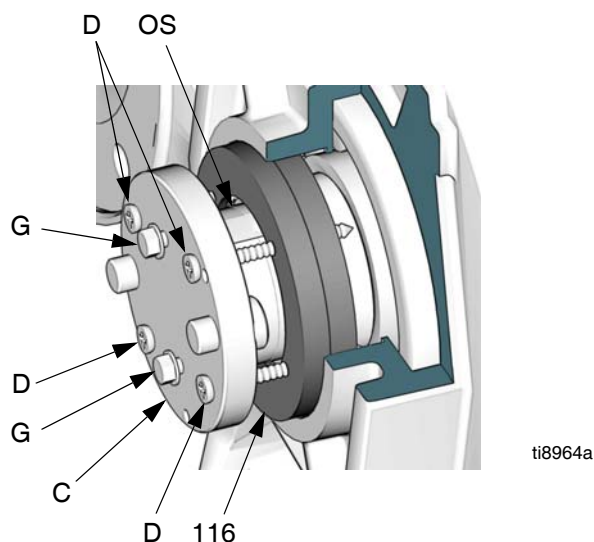

FIG. 27. Rimuovere le tenute dell'albero di uscita
7. Applicare un nastro sulla chiavetta dell'albero di ingresso per evitare di danneggiare la nuova tenuta. Riempire la cavità della tenuta dell'albero di ingresso (109) con grasso codice 107411. Installare la tenuta di ingresso (109) con il bordo rivolto all'interno, fino a quando la tenuta entra in contatto con lo spallamento della carcassa del riduttore a ingranaggi. Rimuovere il nastro.
8. Installare la guarnizione fornita sul tappo di drenaggio dell'olio (118) e avvitare il tappo nel riduttore a ingranaggi. Serrare a una coppia di 34 N•m (25 ft-lb).
10. Rimuovere le due guarnizioni di uscita (116) come segue:
- a. Vedere FIG. 27. Inserire l'utensile (C) sull'albero di uscita (OS). Girare l'attrezzo di 90°. Installare e serrare le due viti da 0,5" (13 mm) (G) per bloccare l'utensile in posizione.
- b. Eseguire fori pilota di diametro 1/8" (3 mm) (massimo) nelle tenute (116), usando i fori per le viti per lamiera metallica (D) come una maschera. Installare le viti per lamiera metallica (D) attraverso l'attrezzo e nelle tenute (116).
- c. Serrare le viti (D) in modo costante per tirare entrambe le tenute verso l'esterno.